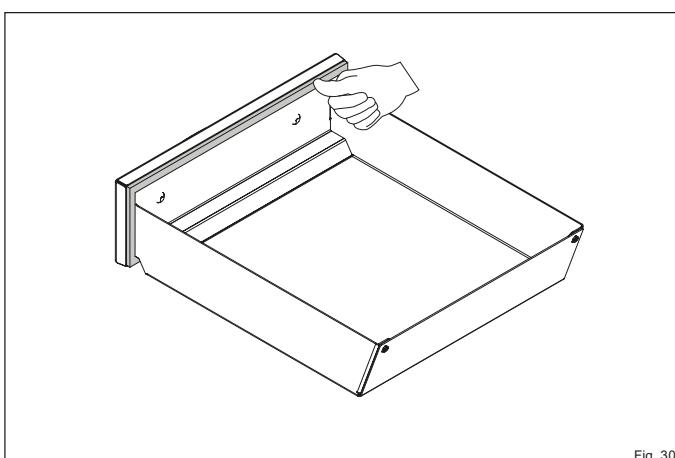

Fig. 30
- Appuyez uniformément sur le nouveau joint dans le guide du bac à cendres (Fig. 30).